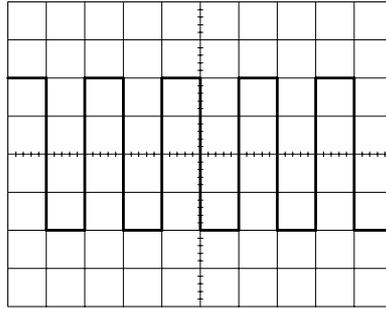

图 4-3
- ❶ 按下电源开关⑥，并确认电源指示灯⑤亮起。约 20 秒后 CRT 显示屏上应会出现一条轨迹，若在 60 秒之后仍未有轨迹出现，请检查上列各项设定是否正确。
- ❷ 转动 INTEN②及 FOCUS③钮，以调整出适当的轨迹亮度及聚焦。
- ❸ 调 CH1 POSITION 钮⑪及 TRACE ROTATION④，使轨迹与中央水平刻度线平行。
- ❹ 将探棒连接至 CH1 输入端⑧，并将探棒接上 2Vp-p 校准信号端子①。
- ❺ 将 AC-GND-DC⑩置于 AC 位置，此时，CRT 上会显示如图 4-3 的波形。
- ❻ 调整 FOCUS③钮，使轨迹更清晰。
- ❼ 欲观察细微部份，可调整 VOLTS/DIV⑦及 TIME/DIV⑳钮，以显示更清晰的波形。
- ❽ 调整 ◆ POSITION⑪及 ▶ POSITION ㉕钮，以使波形与刻度线齐平，并使电压值(Vp-p)